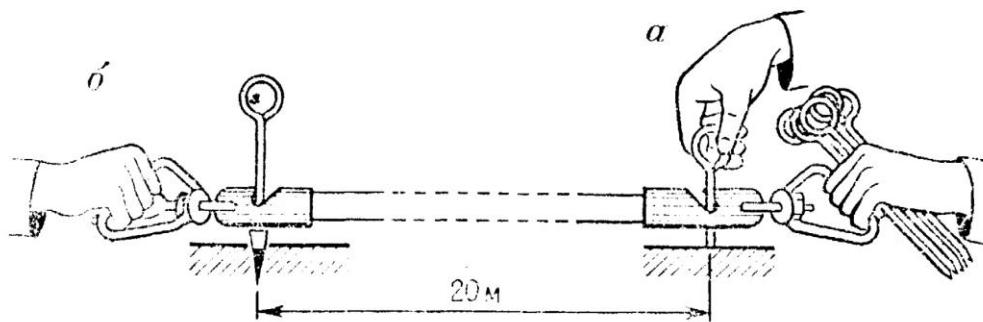

Рисунок 7.6 – Вимірювання ліній
2. Задній вимірювач вставляє шпильку в виріз стрічки, суміщає штрихи стрічки з початком лінії (рис. 7.6, б), виставляє переднього вимірювача і всю стрічку в створі лінії.
3. Передній вимірювач струшує стрічку, натягує її і встремлює в землю шпильку через виріз на кінці стрічки (рис. 7.6, а). Після цього задній вимірювач забирає свою шпильку і обидва ідуть уперед.